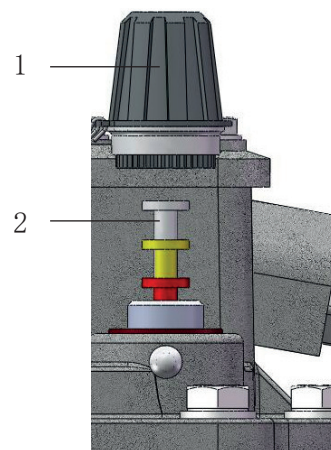

图 10 - 测试按钮
- 拧下大闷盖螺母（图 10 中 1）
- 测试按钮（图 10 中 2）向下按至到一半位置，并保持这一位置。